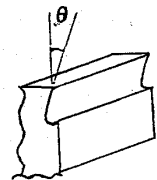

Fig.1 Shape of Tip
2.1 チップ形状：チップ形状は当初直方体であったがFig.1 に示すように、スキイ角を付したチップを導入し、試験に供した。